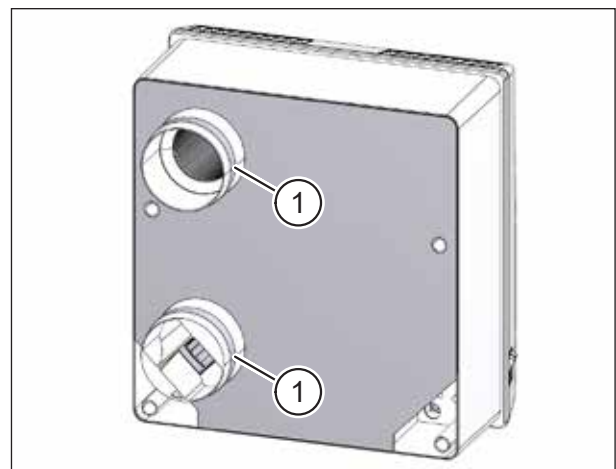

Abb. 32: Dichtungen um Luftstutzen kontrollieren
- ▶ Kontrollieren Sie, dass die Dichtungen (Pos. 1 in Abb. 32) um die Luftstutzen an der Rückseite des Lüftungsgerätes nicht beschädigt sind. Beschädigte Dichtungen sind umgehend zu erneuern.
Zur leichteren Gerätemontage (siehe Abschnitt 11.7 auf Seite 36) können Sie Spülmittel oder Vaseline auf die Dichtungen (Pos. 1 in Abb. 32) an den Luftstutzen auftragen.